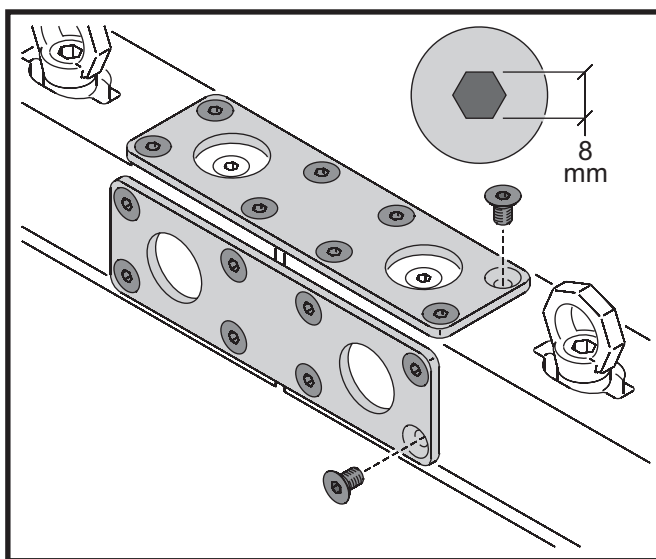

Figure 8: Plaques de Jonction pour Coupleurs de Blocs de Tête
1. Voir Figure 8. Assemblez les Blocs de Têtes Doubles ou Triples avec les Plaques de Jonction, une sur le dessus et l'autre sur la face avant des Blocs. Fixez chaque plaque avec 8 vis M12 pour Clé Allen de 8 mm (16 fixations au total). N'utilisez que les vis fournies par Martin pour ce couplage.